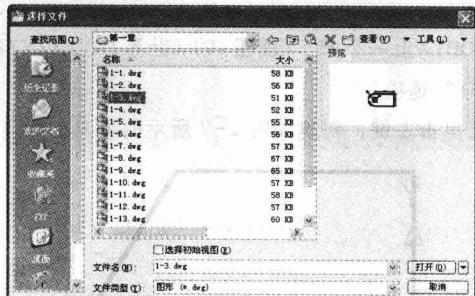

图 1-9 “选择文件”对话框
**02** 在弹出的【选择文件】对话框中, 选择随书光盘中的“\素材文件\第 1 章\实例 005.dwg”文件, 如图 1-9 所示。